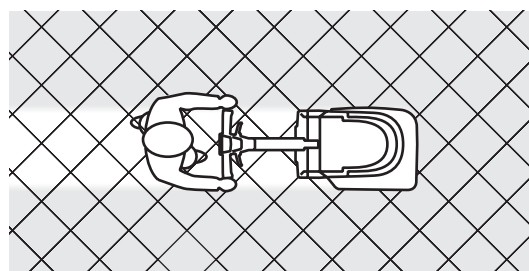

Figura 4
*Si posible, para un secamiento mejor entre las juntas de las baldosas, proceder diagonalmente respecto a la colocación del suelo, como indicado en la figura 4.*